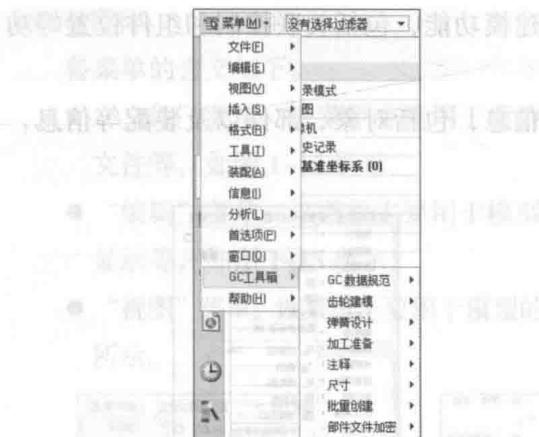

图 1-23 “GC 工具箱”菜单
- “GC工具箱”菜单：该菜单包括GC数据规范、齿轮建模、弹簧设计、加工准备、注释、尺寸、批量创建、部件文件加密，使用GC工具箱可以在进行产品设计时大大提高标准化程度和工作效率，如图1-23所示。